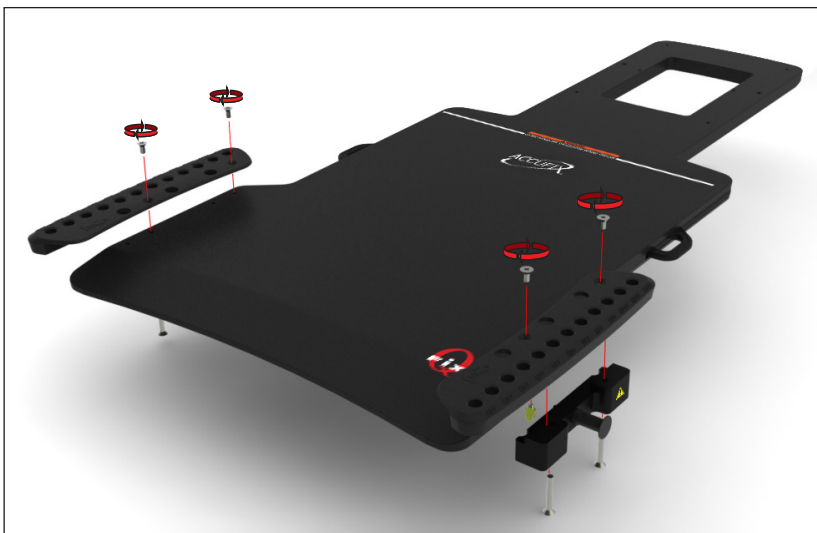

Рис. 3
3. Встановіть вироби Hand Grip Array на пристрій, у два отвори, розташовані на відстані 140 мм (5,5 дюйма) один від одного, за допомогою 2 (на кожний) гвинтів розміром 1/4-20 x 1/2 дюйма. (Рис. 3)